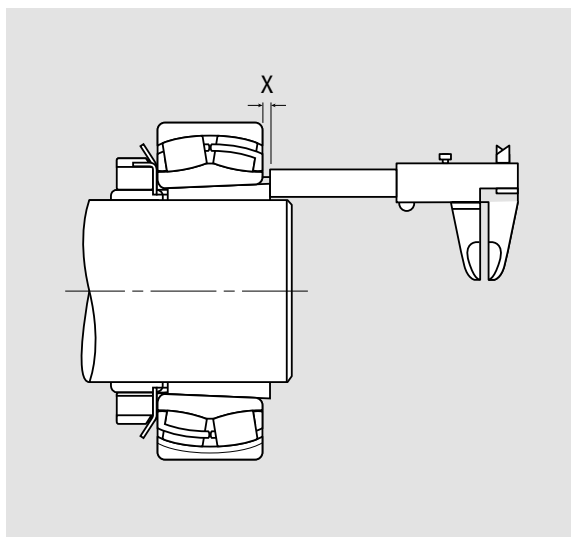

Fig. 3
5. Mesurer la dimension « X » comme montré sur la **Fig.3**.